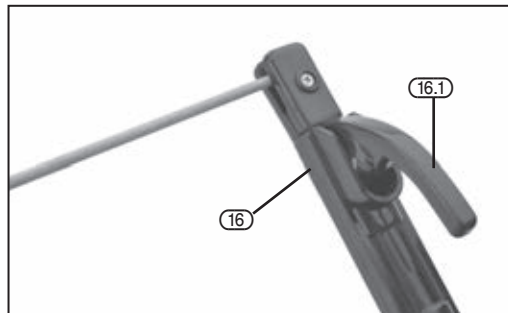

FIG. 11
8.5 MMA/ARC MACHINE OPERATION – FIG. 11